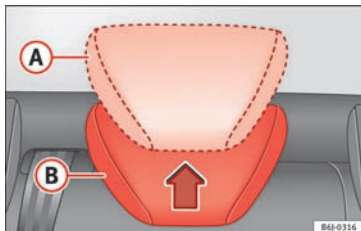

Fig. 77 Indstilling af hovedstøtter bagi
- Position, når den er i brug (hovedstøtte i hævet position) Ⓐ » Fig. 77. I denne position fungerer hovedstøtten som en almindelig hovedstøtte, og sammen med sikkerhedssele beskytter den bagsædepassageren.
- Hvileposition (hovedstøtte i sænket position) Ⓑ » Fig. 77. I hvileposition er førerens udsyn bedre.